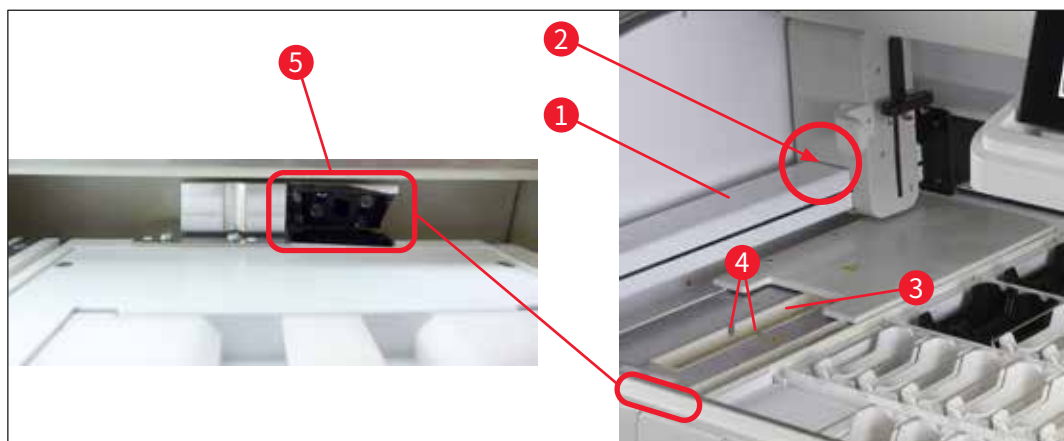

图 95
- 使用选配读码器时,会在载玻片计数器中及周围收集到玻片架磨损物 (→“图 95”)。因此,用户必须在日常仪器设置时仔细检查这些区域,如有必要,使用吸尘器进行清洁。建议不要使用清洁布清洁,以免颗粒散布到仪器的其它重要部位。